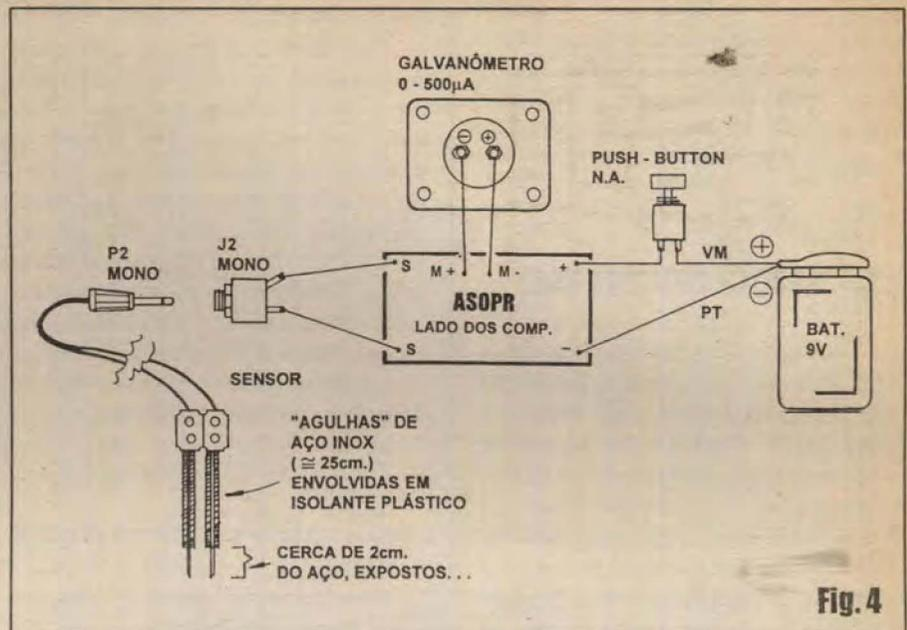

Fig. 4
- FIG. 4 - CONEXÕES EXTERNAS À PLACA - ARRANJO GERAL DA INSTALAÇÃO/PONTAS DE MEDIÇÃO -